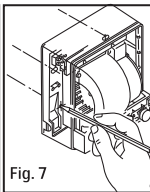
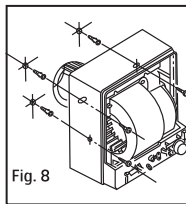

Fig. 7
Fig. 8
4. Håll den bakre plåten mot väggen/taket och markera de fyra skruvhålen och skruva därefter fast fläkten, fig. 7 och fig. 8.